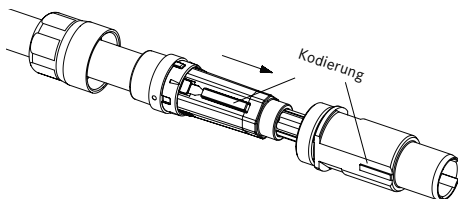

Abbildung XI-18
10. Schieben Sie die Baugruppe unter der Beachtung der Kodierung in das Gehäuse (Abb. XI-18).